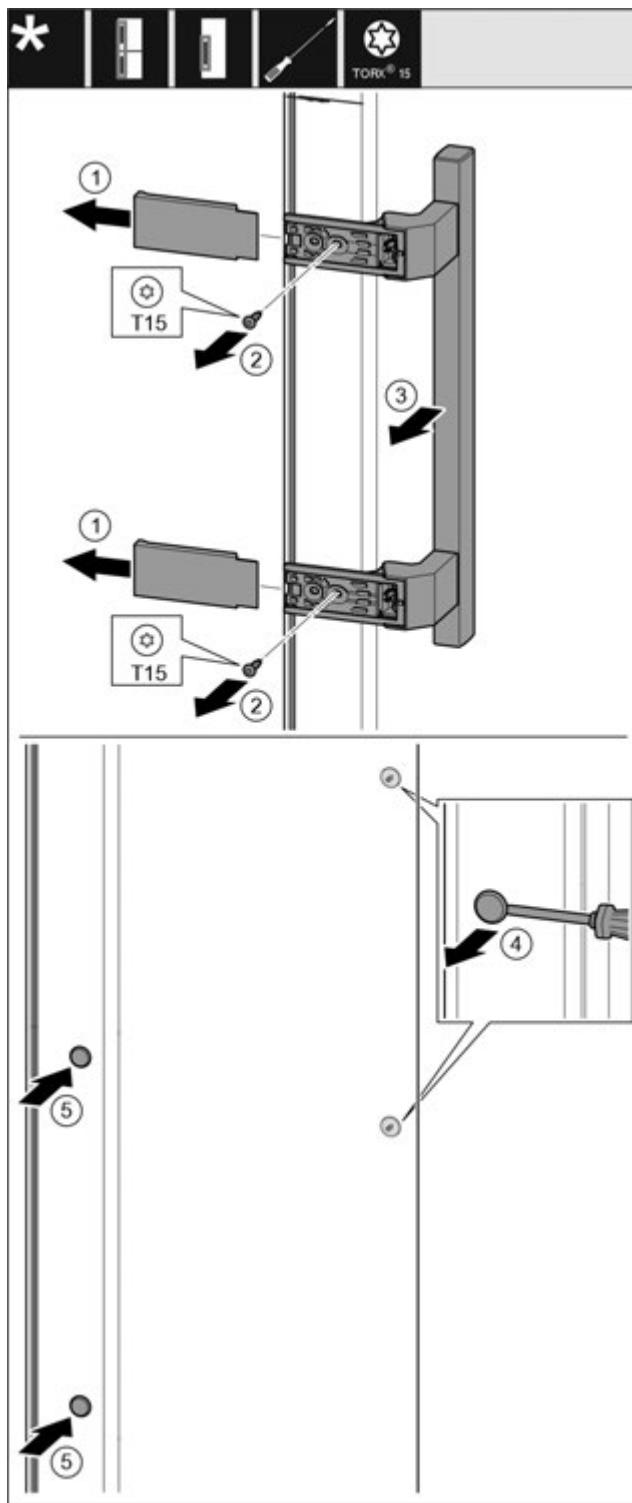

Fig. 10
- Зніміть кришку. Fig. 10 (1)
- Викрутіть гвинти за допомогою викрутки Torx 15. Fig. 10 (2)
- Зніміть ручку. Fig. 10 (3)
- За допомогою шліцевої викрутки обережно підніміть бокову заглушку та витягніть її. Fig. 10 (4)
- Вставте заглушку з іншого боку. Fig. 10 (5)